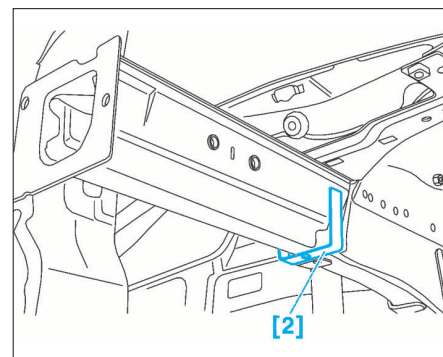

FIG. 4
- [2] Outil pour traçage de la coupe de brancard avant gauche (Fig.4).